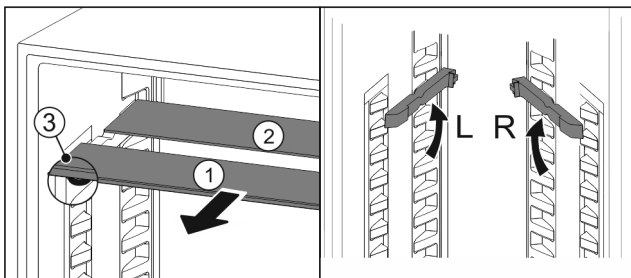

Fig. 100
- Glasplatten einzeln nach vorne herausziehen Fig. 100 (1).
- ▷ Glasplatte Fig. 100 (1) mit Zierleiste liegt vorne.
- ▷ Stopps Fig. 100 (3) zeigen nach unten.